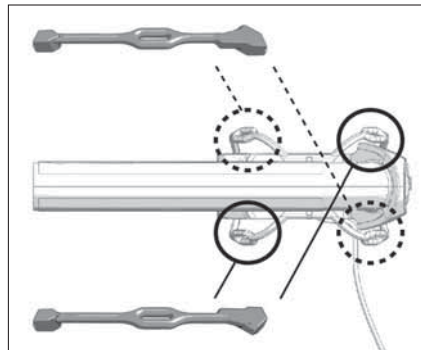

Abb. 10 – Gummibänder
1. Sortieren Sie zunächst die Bänder gemäß nachfolgender Abbildung (Abb. 10). Es gibt nämlich zwei verschiedene Typen, die sich durch die Ausrichtung der dickeren Enden unterscheiden.